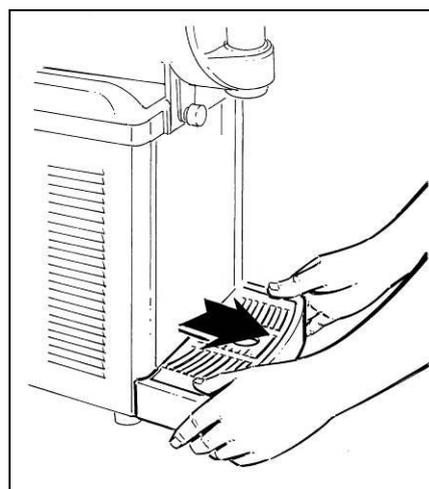

Fig. 9
- **S**montare la vaschetta raccogli gocce tirandola verso l'esterno (fig.9).